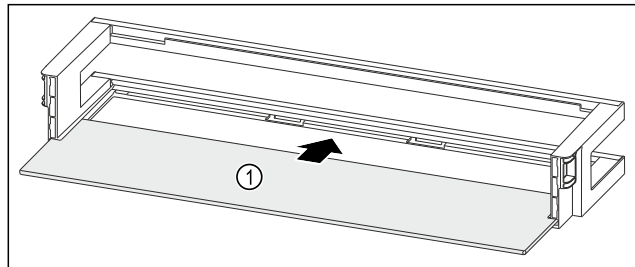

Fig. 98 Türabsteller mit Abstellfläche
- ▶ Abstellfläche Fig. 98 (1) in die seitlichen Aussparungen einschieben.